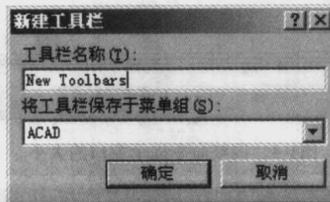

图1-7 【新建工具栏】对话框
2. 单击【工具栏】选项卡中的 **新建(N)...** 按钮，打开【新建工具栏】对话框，如图 1-7 所示，在这个对话框中输入新工具栏的名称 New Toolbars，然后单击 **确定** 按钮。